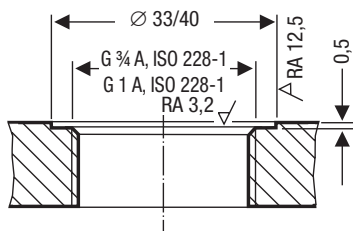

Fig. 12
- La superficie di tenuta sulla flangia deve essere lavorata in modo accurato come indicato in **Fig. 12.**
7. Controllare la superficie di tenuta. **Fig. 12**